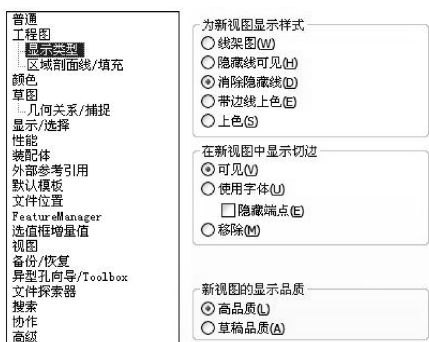

图 10-2 工程图的【显示类型】设置
- 显示类型：设置工程视图显示模式和相切边线显示，如图 10-2 所示。